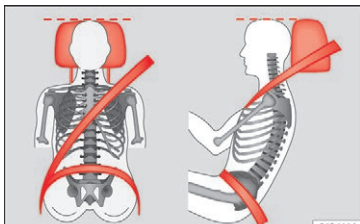

Fig. 93 Korrekt indstillet hovedstøtte set forfra og fra siden
- Indstil hovedstøtterne, så hovedstøtternes øverste kant er på højde med den øverste del af hovedet, men ikke lavere end øjenhøjden » **Fig. 93.**